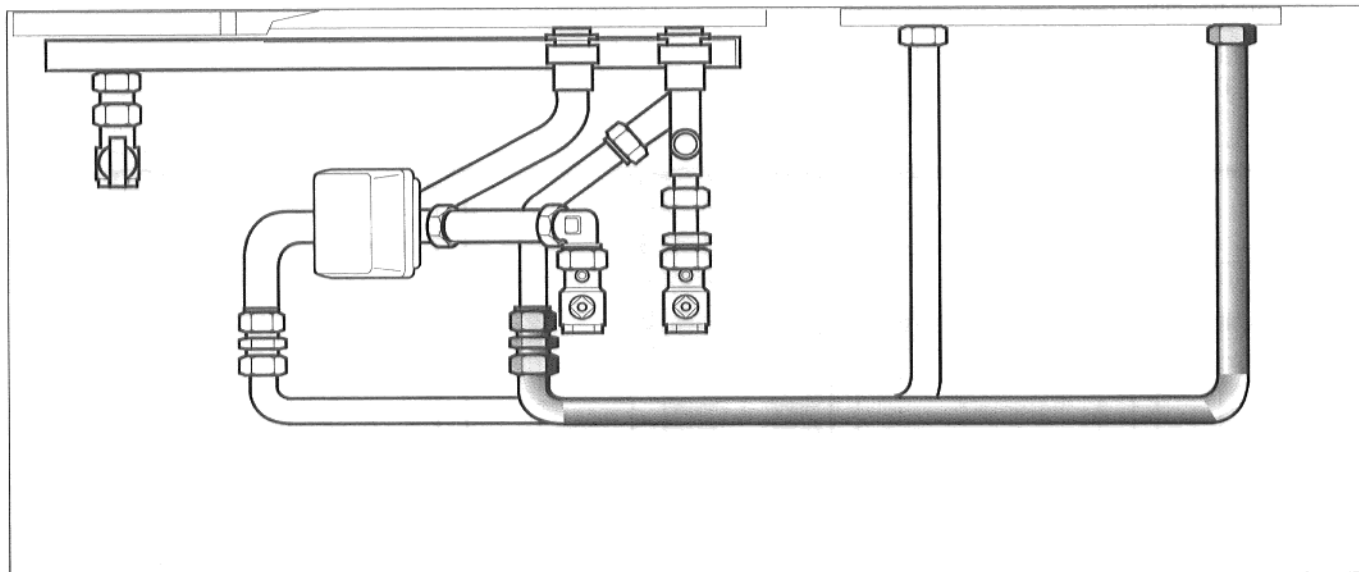

Fig. 13: tubo di raccordo, ritorno accumulatore
- Montare il tubo di raccordo tra l'accumulatore e la caldaia murale a gas con produzione istantanea di acqua calda sanitaria (Tenere presente la guarnizione piatta e l'anello di serraggio!) (Fig. 13).